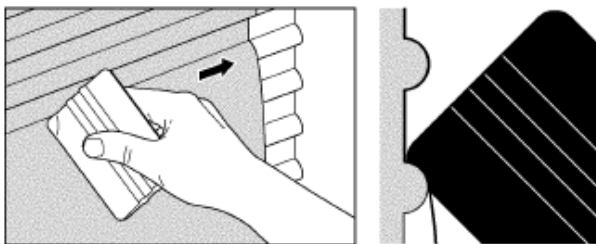

Рис. 10. Наклеивание верхнего изгиба
3. Углом ракеля сильно прижать пленку к верхнему изгибу гофра. См. Рис. 10.